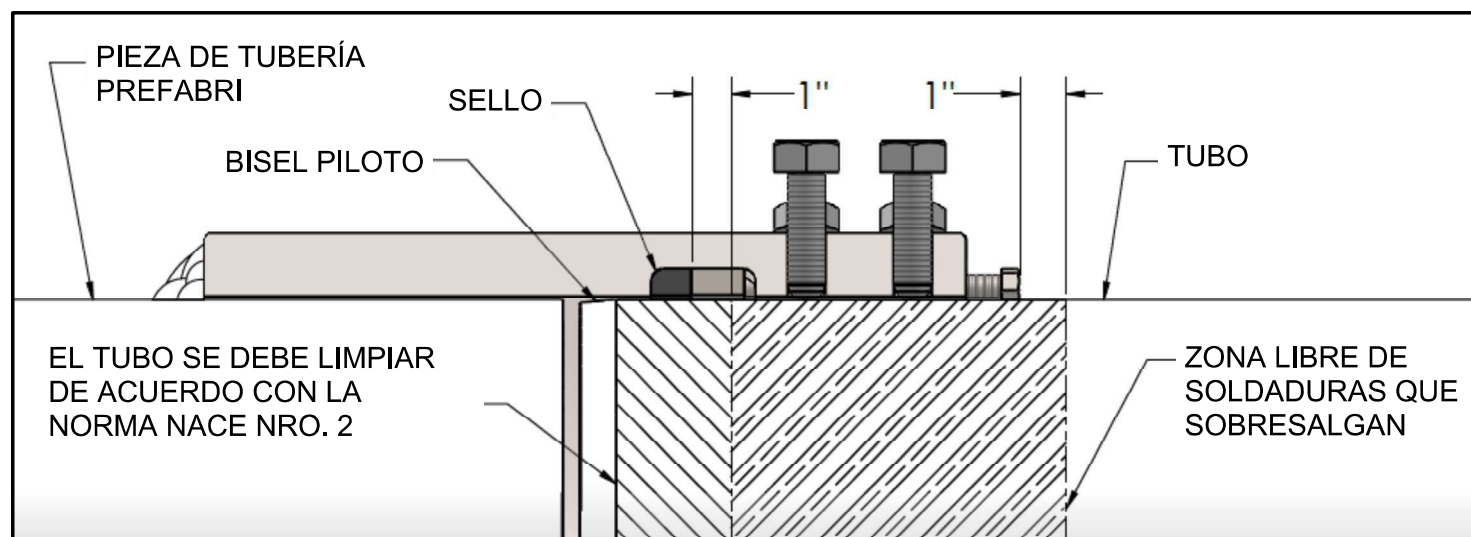

Figura 2
3. Corte el extremo del tubo existente razonablemente a escuadra, eliminando cualquier borde afilado o rebaba. Se recomienda una generosa conicidad o bisel piloto para los tubos desalineados o fuera de la redondez, a fin de facilitar el montaje, como se muestra en la Figura 2. Esto eliminará el riesgo de daños a los sellos al deslizar la brida y los acoplamientos "PLIDCO Riser Weld+End" sobre el extremo del tubo.
5. El área alrededor del lugar donde el sello entrará en contacto con el tubo debe tener una limpieza a fondo. Se prefiere un acabado casi blanco, como se indica en SSPC-SP10/NACE No.2, en la zona del sello y alrededor de esta, como se muestra en la Figura 2. Cuanto más limpia esté la superficie del tubo, más positivo será el sellado. Las superficies arenadas deben pulirse hasta que queden lisas para eliminar las asperezas.